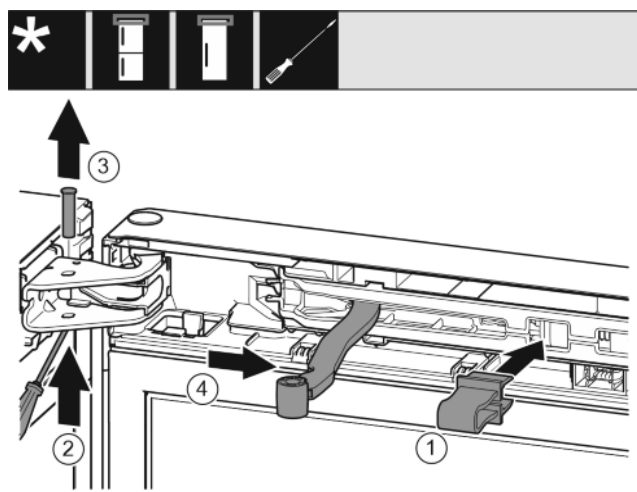

Fig. 7
- Sicherung in Öffnung einrasten. Fig. 7 (1)
- Bolzen mit Schraubendreher herausschieben. Fig. 7 (2)
- Bolzen nach oben herausnehmen. Fig. 7 (3)
- Gelenk in Richtung Tür drehen. Fig. 7 (4)